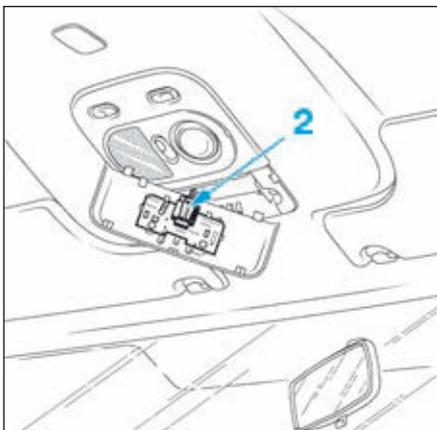

FIG.43
- Débrancher le connecteur électrique (2) (Fig.43).